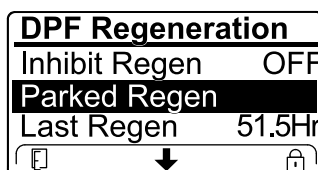

Figura 77
- În cazul în care computerul motorului solicită o regenerare de recuperare sau procesează o regenerare de recuperare i derulai în jos la opțiunea PARKED REGEN (Regenerare în stare de parcare), regenerarea în stare de parcare se blochează i pictograma de blocare (Figura 77) apare în colul dreapta jos al InfoCenter.